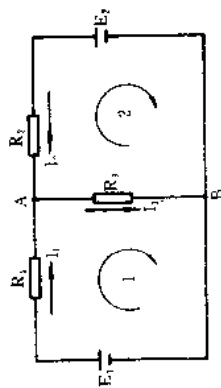

图1-9 复杂电路
如图1-9所示电路,列出其求解的节点电流方程。
注意:在列节点电流方程之前首先要标定各支路的电流方向。即对已知电流,按实际方向在图中标出,对未知电流的方向可任意标定。待全部支路电流方向标定后,就可列出节点电流方程进行计算。最后根据计算结果来确定未知电流的实际方向。即计算结果为正,支路未知电流的实际方向与标定方向相同;反之相反。在电路中,m个节点,只需列出m-1个方程即可。如图1-9中只有2个节点,故只能列出一个节点电流方程。
(1) 确定回路电压方程的回路。对于n条支路,m个节点的复杂电路,只需列出n个方程联立求解,由于已列出m-1个方程,所以基尔霍夫第二定律列方程数目为:n-(m-1)。如图1-9所示电路有3条支路、2个节点,故只需列出3个方程即可求解。
(2) 确定回路方向(任意选择,可顺时针,可逆时针),同时在电路图中标出。如图1-9所示。
(3) 列写回路电压方程。凡与回路方向一致的电流所在电阻上的电压降，在方程中用正号，反之取负号；凡与回路方向一致的电动势在方程中取正号，反之取负号。
如图 1-9，可列出方程如下
如图 1-9 所示，若已知： $R_1=1\Omega$ ， $R_2=4\Omega$ ， $R_3=1\Omega$ ， $E_1=18V$ ， $E_2=9V$ ，求各支路电流。